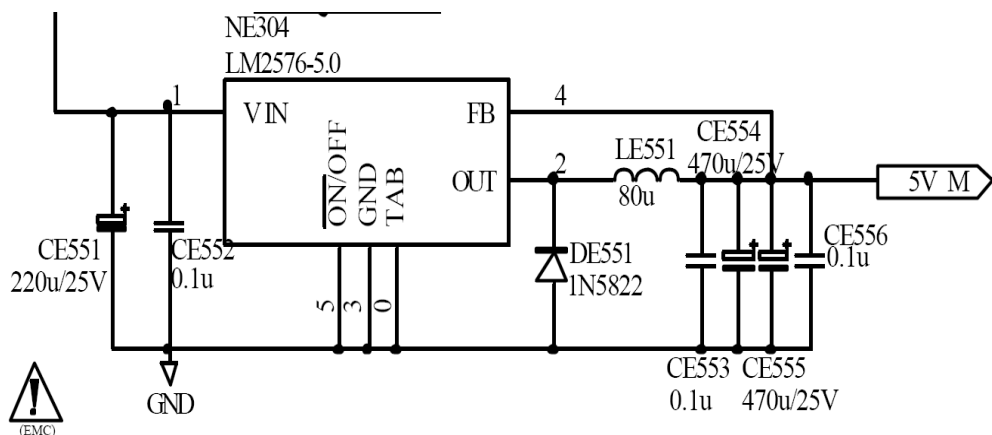
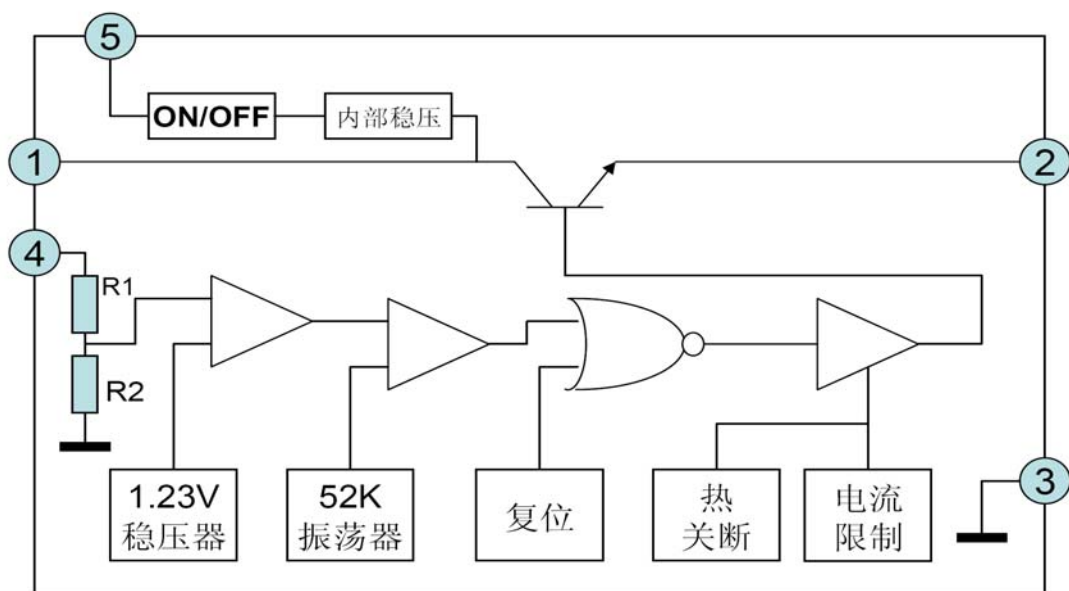

图 1A TLM3277 的 12V→5V 开关电源变换电路
图 1B LM2576-5.0 的内部框图
2、LM2576 的内部框图如图 1B 所示: (该框图的引脚定义对应于五脚 TO-220 封装形式)
由图 1B 及 LM2576 系列开关稳压集成电路的特性可以看出, 以 LM2576 为核心的开关稳压电源完全可以取代三端稳压器构成的数字电路适用的稳压电源。
在海信 TLM3277 液晶电视机中, 数字电路部分的低压供电就是由一块 LM2576-5.0 (NE304) 来完成, 由 12V 降压为 5V (5V_M), 再由其它三端稳压器降压为 3.3V 和 1.8V, 对数字电路供电。在 TLM3277 液晶电视机中, 12V→5V (开关电源降压) 降压部分的原理图部分如图 1A 所示, 图 1B 为 LM2576-5.0 的内部框图。